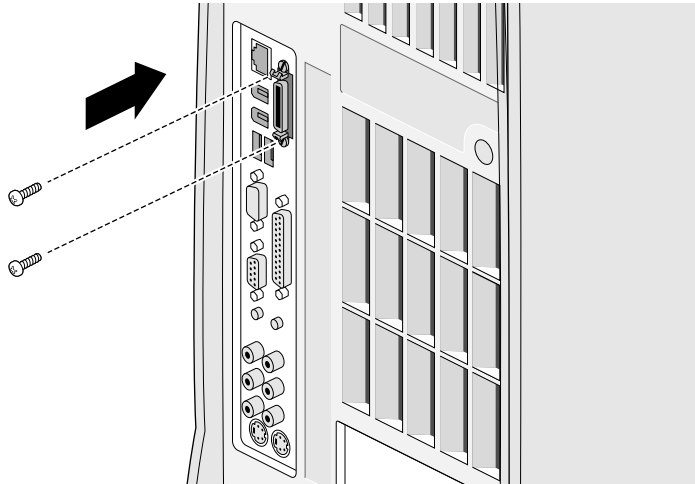

Figure 5-10 Remise en place des vis de la carte d'extension de l'écran plat
11. Réinsérez les vis afin de fixer la carte d'extension sur le châssis, comme l'indique la Figure 5-10.